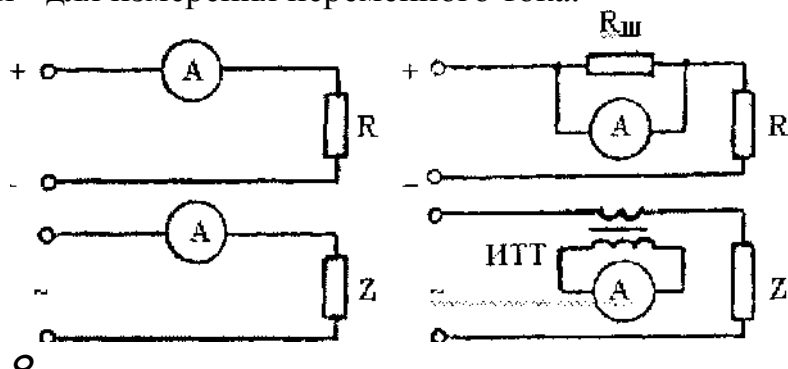
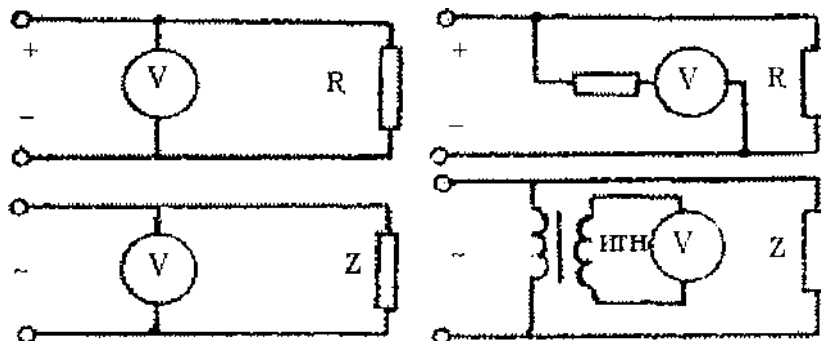
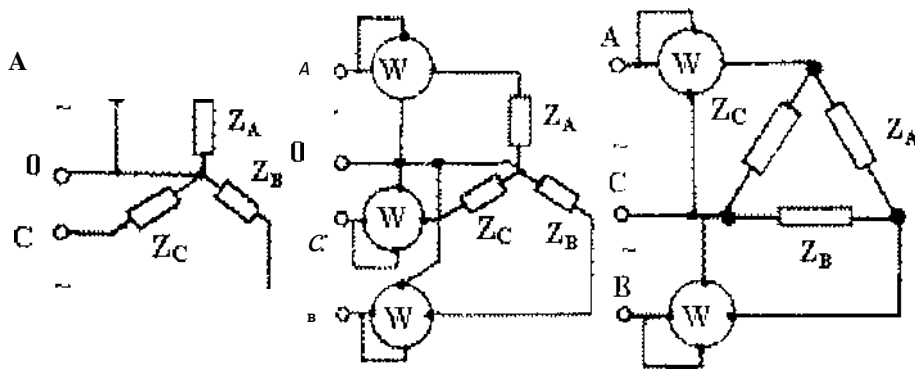
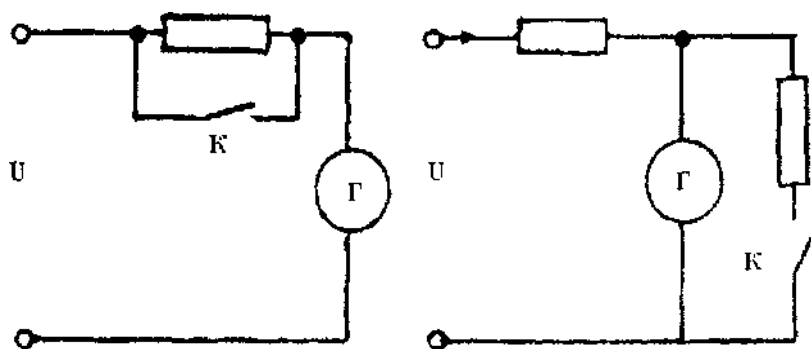

Рис. 1 Схемы измерения тока.
Рис. 2 Схемы измерения напряжения
Рис. 3 Схемы измерения мощности в трёхфазных цепях
Рис. 4 Схема включения омметров (а- последовательная; б - параллельная)
Первые две (рис. 1) предназначены для измерения постоянного тока, а две вторые схемы - для измерения переменного тока.
Измерение напряжения производится вольтметром. Здесь также возможны четыре различных схемы подключения прибора (рис. 2).
- б) параллельная (рис. 4).
2. Соберите на монтажном стенде схемы рис.1, рис. 2, рис. 3, рис.4.